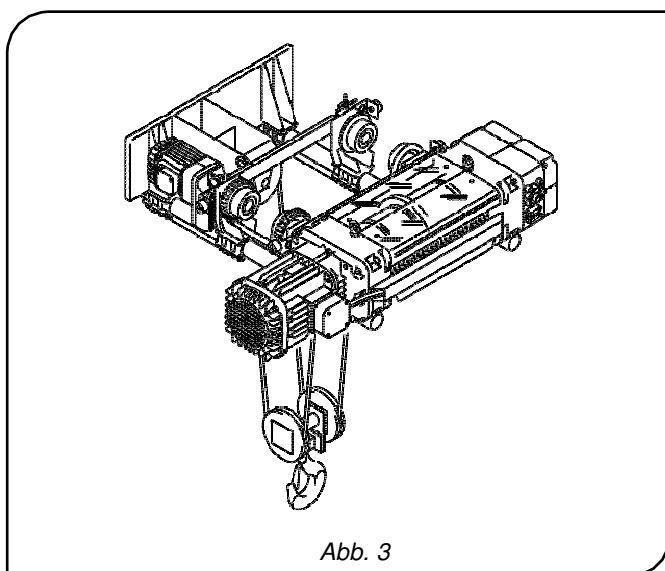

Abb. 3
- **Mit E-Laufkatze, Einträger-Ausführung, Typ DST/R:** (Abb. 3)